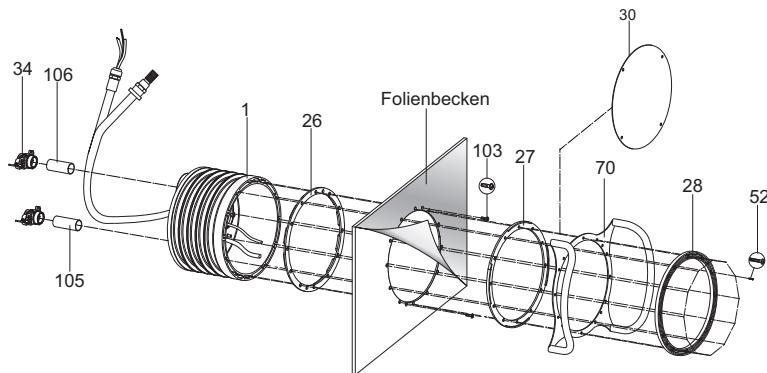

Abb. 7
Saugseitig Rohr (105) und druckseitig Rohr (106) mit Absperrschieber (34) und Einbaugehäuse (1) verkleben (*Abb. 7*).